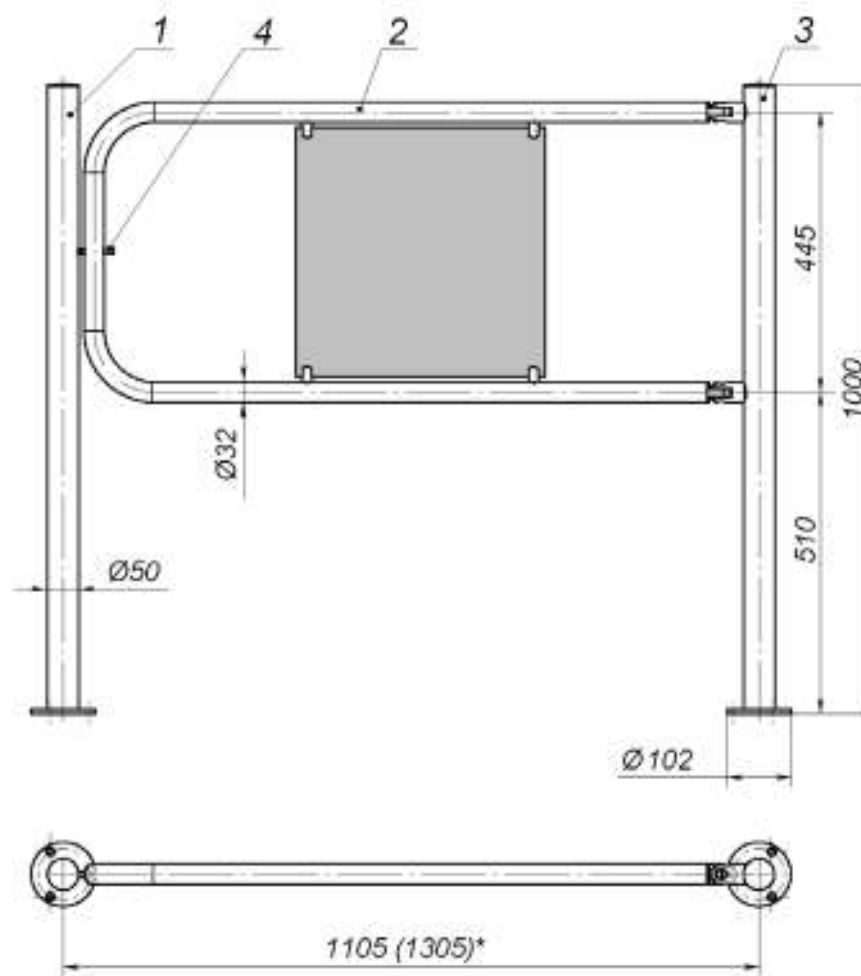

Рисунок 4. Поворотная секция ограждения с механическим УБ:
- **Поворотная секция ограждения**, предназначенная для формирования зоны прохода и организации аварийного выхода. Имеются две модификации – поворотная секция с механическим УБ (см. рис. 4) и автоматическая поворотная секция с электромагнитным УБ (см. рис. 6).